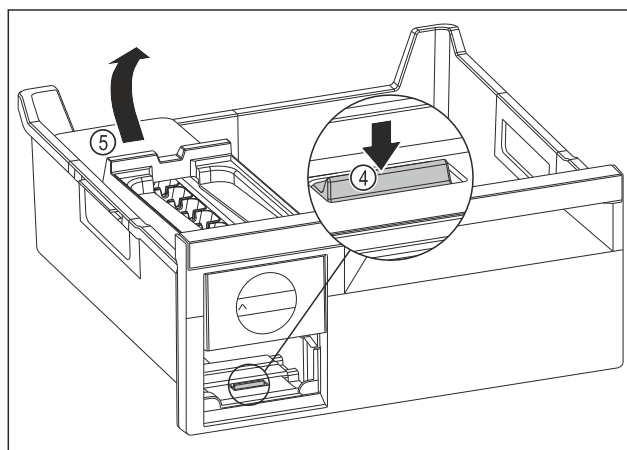

Fig. 105
- Odoberte korpus EasyTwist-Ice: Strmeň Fig. 105 (4) zatlačte prstom nadol a súčasne druhou rukou zdvihnite zozadu korpus EasyTwist-Ice Fig. 105 (5).